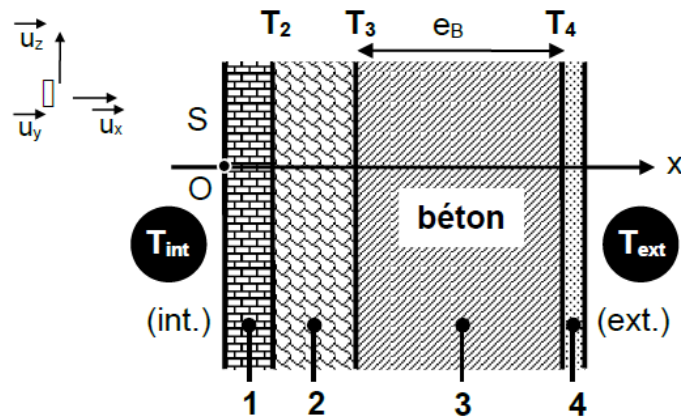

Figure 2
Le mur a maintenant une structure composite : il comporte quatre matériaux différents (de l'intérieur vers l'extérieur du bâtiment : carreaux de plâtre, laine de verre, béton armé, crépis extérieur), homogènes et isotropes, référencés $j = 1, 2, 3, 4$, d'épaisseur e_j , de conductivités thermiques λ_j , en contact parfait et possédant des surfaces limites isothermes (figure 2). Les températures des faces extrêmes sont toujours notées T_{int} et T_{ext} (avec $T_{int} > T_{ext}$). Le régime est permanent et aucune source interne de chaleur n'est présente dans le mur.
- B2.** Déterminer la résistance thermique surfacique R_{Cth} du mur composite (figure 2) en fonction des e_j et λ_j . Calculer R_{Cth} en utilisant les données relatives aux matériaux constitutifs.